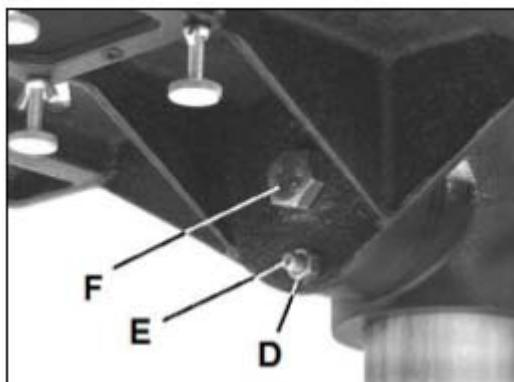

Рис. 25
Сначала удалите установочную шпильку (E, Рис. 25), открутив гайку (D) по часовой стрелке.